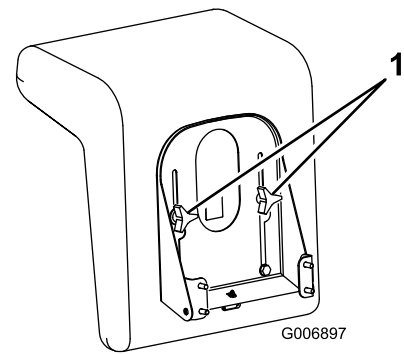

Bild 6
1. Klappen Sie den Sitz hoch und lösen Sie die Einstellhandräder (Bild 6).